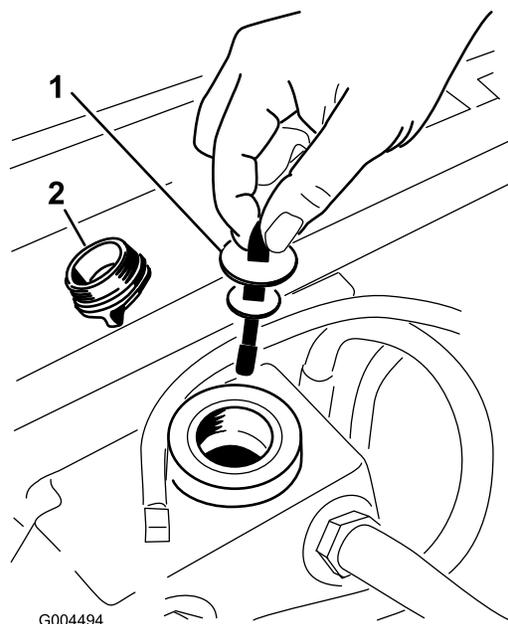

Figura 58
5. Retire o tampão de enchimento hidráulico do tubo de enchimento (Figura 58).
6. Retire a vareta e limpe-a com um pano limpo (Figura 58).
7. Coloque a vareta no tubo de enchimento, retire-a e verifique o nível do fluido (Figura 58).